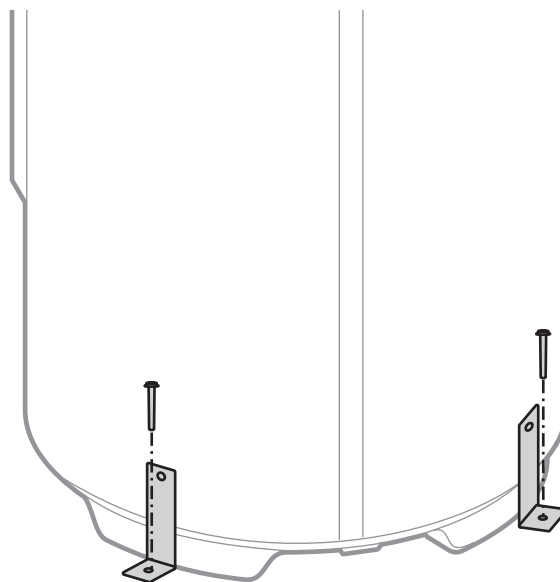

fig. 15 - Fixation au sol
- En fonctionnement, de l'eau peut s'évacuer de l'unité extérieure. Ne pas installer l'appareil sur une terrasse, mais préférer un endroit drainé (lit de graviers ou sable). Si l'installation est réalisée dans une région où la température peut être inférieure à 0°C pendant une longue période, vérifier que la présence de glace ne présente aucun danger. Il est aussi possible de raccorder un tuyau d'évacuation sur le bac de récupération de condensats (option) (fig. 15).
L'unité extérieure doit être surélevée d'au moins 50 mm par rapport au sol. Dans les régions enneigées, cette hauteur doit être augmentée mais ne pas dépasser 1.5 m (fig. 15).